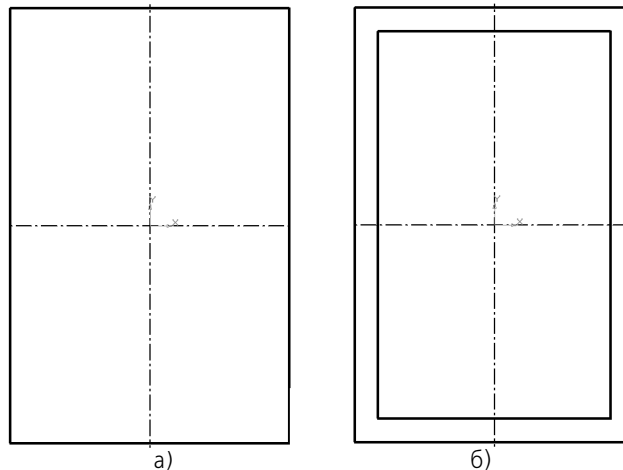

Рис. 45.22. Построение прямоугольника а) и эквидистанты б)
- 8.1. Постройте прямоугольник с центром в начале координат. Задайте значения его ширины 72 мм и высоты 112 мм. Активизируйте переключатель **С осями** в группе **Оси** на Панели свойств (рис. 45.22, а).
- 8.2. Внутри прямоугольника постройте эквидистанту радиусом 6 мм (рис. 45.22, б).